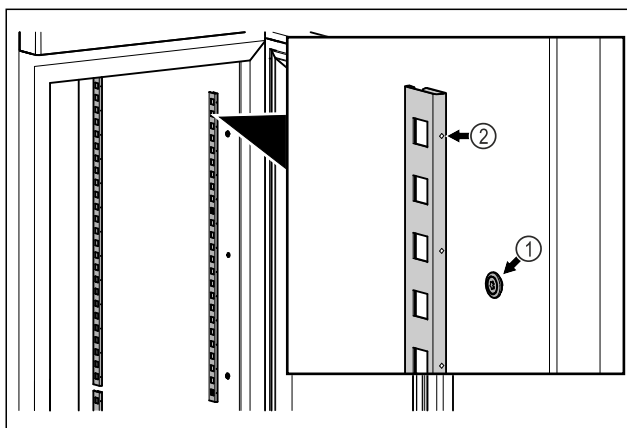

Fig. 83 Reprezentare exemplificativă
- ▶ Acroșați barele de prindere în sistemul de suspendare Fig. 83 (1). Marcajul Fig. 83 (2) trebuie să fie orientat spre înainte.